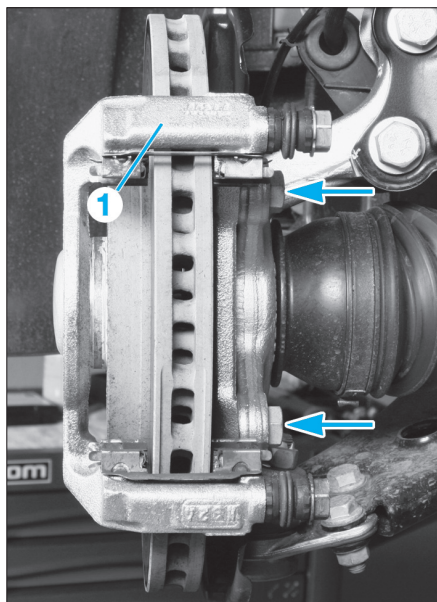

FIG. 13
- Déposer le support d'étrier (1) (Fig.13).